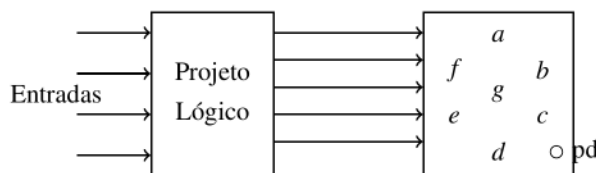

Figura 1: Diagrama da questão 1.
- (a) Utilizando o display de 7 segmentos da DE1 e observando a Figura 1, projetar um decodificador que faça a conversão de um código binário e o controle lógico do display apresentando o equivalente decimal do número binário na entrada do circuito. Quando os valores saírem fora da faixa válida (de 0 a 9 decimal) o display deve apresentar a letra E, que indica “erro”. [VHDL, sem usar processo]